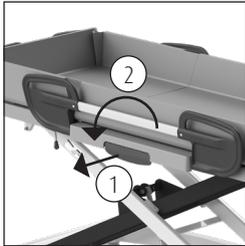

Abbildung 3 Seitengitter.
- Der Seitenholm ist mit einer Verriegelung (1) ausgestattet. Der Patient kann das Geländer nicht selbständig öffnen (siehe Abbildung 3).
- Lösen Sie die Verriegelung durch Ziehen am Griff (1) des Seitengitters. Das Seitengitter kann nun mit der anderen Hand (2) abgesenkt werden (siehe Abbildung 3).